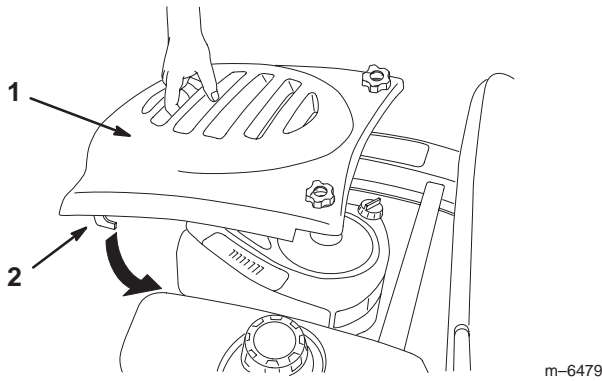

Bild 17
2. Setzen Sie zum Montieren der Haube die Haken in die Schlitz und schieben Sie sie nach vorne (Bild 17).